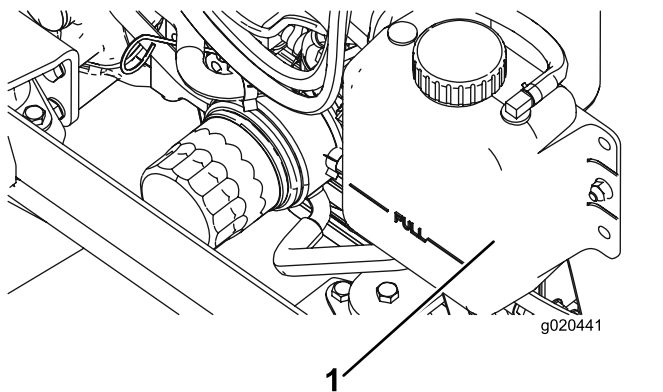

Figure 98
1. Retirez le bouchon du radiateur et le bouchon du vase d'expansion avec précaution (Figure 98).